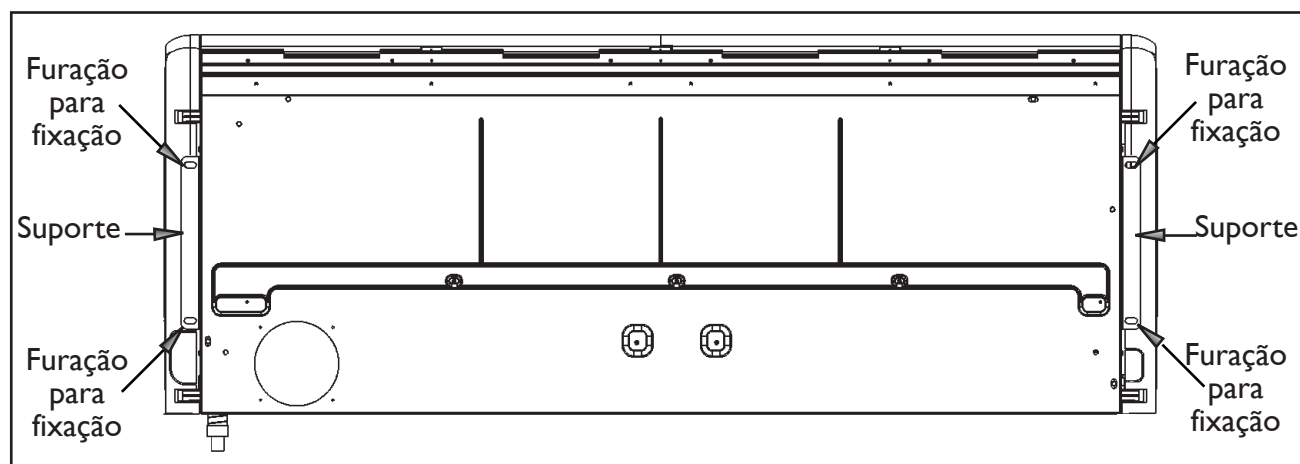

Figura 16 - Suportes e furação para fixação
- A unidade evaporadora sai de fábrica equipada com dois (2) suportes de fixação para montagem suspensa no teto ou fixada à parede próxima (figura 16).